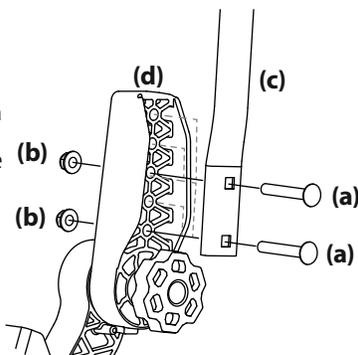

Figura 8
1. Extraiga los dos tornillos de carro (a) y las dos tuercas de seguridad con reborde (b) que sujetan la palanca de control de la transmisión (c) hasta el regulador de la manija superior (d). Consulte la Figura 8.
2. Mueva la palanca de control de la transmisión hasta una de las tres alturas disponibles y sujétela en su lugar con los tornillos del carro y las tuercas de seguridad con reborde. Consulte la Figura 8.